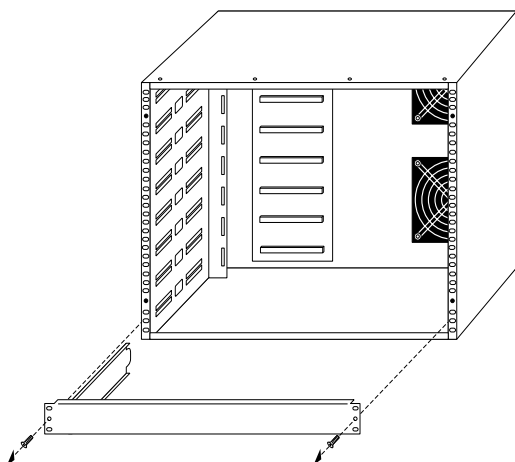

図 1.9 AT-CTSDS4-1R1、AT-CTSDS8-1R2 (据置型シャーシ) の
- 1) ハブを収めるスロットのフェースプレートを取りはずします (図 1.9 参照)。